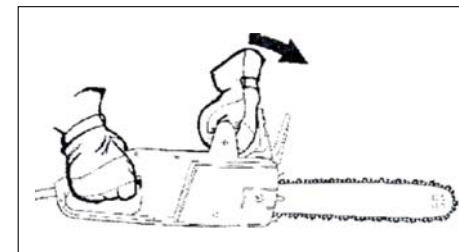

рис. 10
- тормоз цепи проверяйте перед каждым применением пилы. Для этого включите пилу и левой рукой, не отпуская переднюю ручку пилы сдвиньте рукоятку тормоза цепи вперёд (рис. 10). Цепь при этом